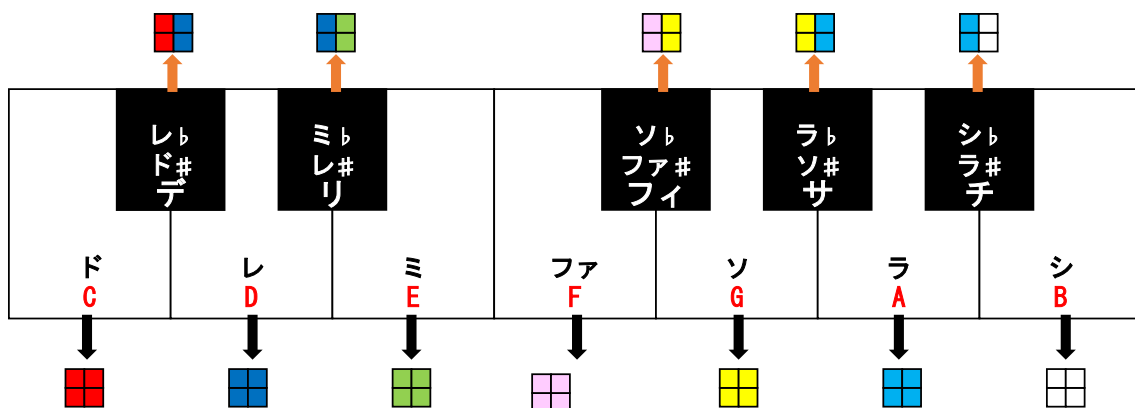

図 1-9 音階ごとの表示色(全 MIDI チャンネル同時表示モード)
- 各チャンネルの音階による色の割り当ては特定 MIDI チャンネル表示モードと同じとし、図 1-9 のとおり、表示枠が縮小されたものとしています。